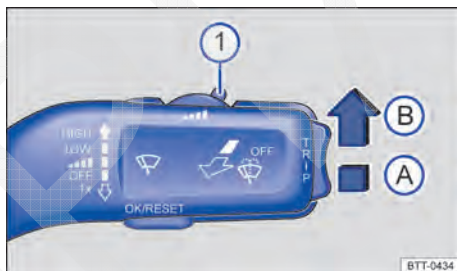

Fig. 96 Na alavanca dos limpadores do para-brisa à direita da coluna de direção: ajustar o sensor de chuva e de luz .
A sensibilidade do sensor de chuva e de luz pode ser ajustada manualmente com o interruptor na alavanca dos limpadores dos vidros → Fig. 96 ① → ⚠.
Pressionar a alavanca na posição desejada → Fig. 96: